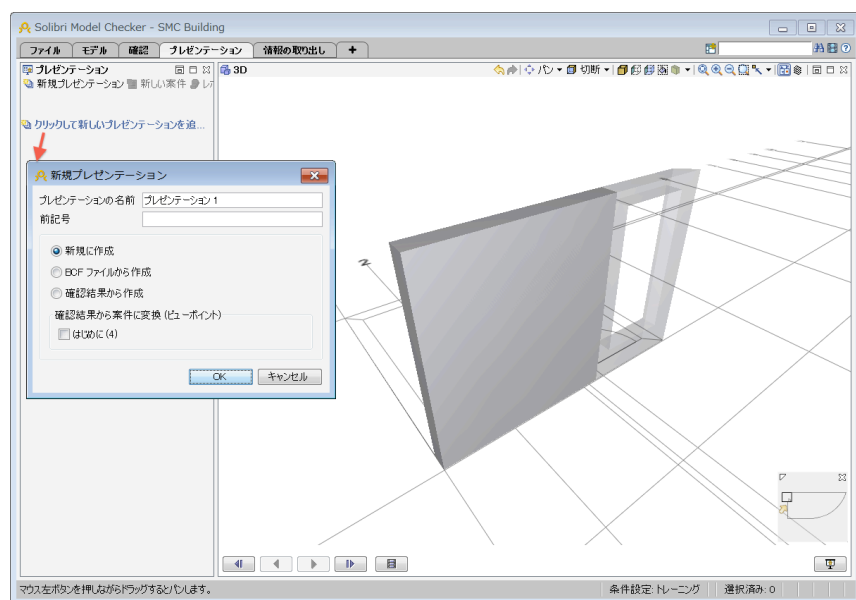

図57 結果をプレゼンテーションへ変換
- 1) 左のメニューから「クリックして新しいプレゼンテーションを追加する」をクリックします。（図57を参照）